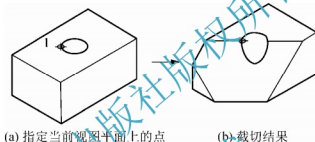

图 12-18 指定视图确定剪切平面
(4) 【视图(V)】: 将剪切平面与当前视口的视图平面对齐。指定一点定义剪切平面的位置, 如图 12-18 所示。